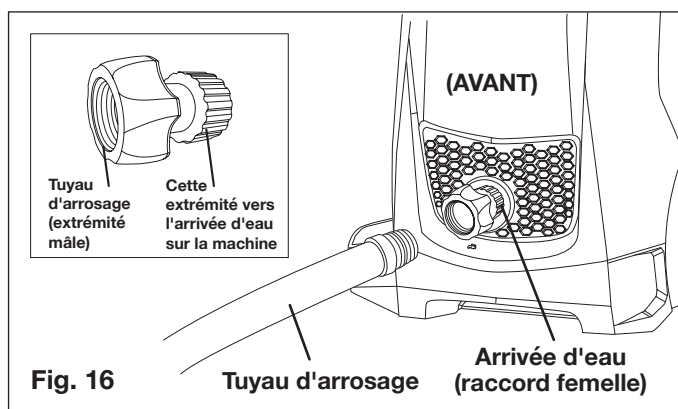

Fig. 16
12. Branchez le raccord de tuyau d'arrosage sur l'arrivée d'eau (raccord femelle) du nettoyeur haute pression, puis vissez votre tuyau d'arrosage (extrémité mâle) sur le raccord pour tuyau d'arrosage (Fig. 16). Le tuyau d'arrosage doit avoir un diamètre intérieur minimal d'au moins 13 mm et doit être renforcé. Le débit de l'alimentation en eau doit être au moins égal au débit nominal du nettoyeur.